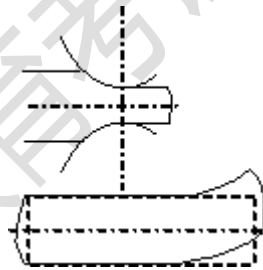

图 1
1. 轧件在辊缝中轧出后, 向某侧弯曲——出现镰刀弯, 如图 1 所示。